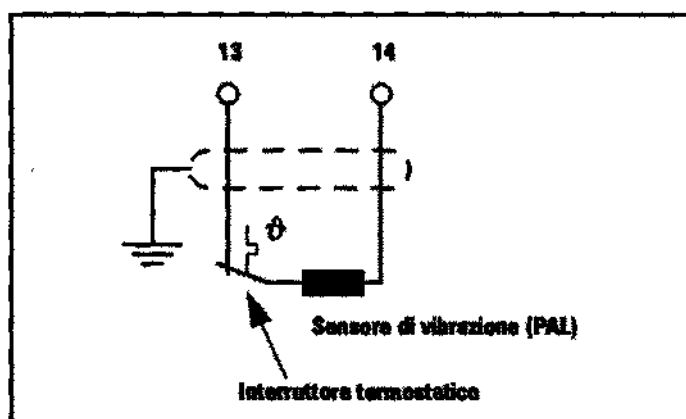

Figura 4.4
- ☞ Allacciare ai morsetti 13 e 14 i due fili di colore nero del cavo di allacciamento dell'interruttore termostatico e/o sensore di vibrazione (vedi figura 4.4).